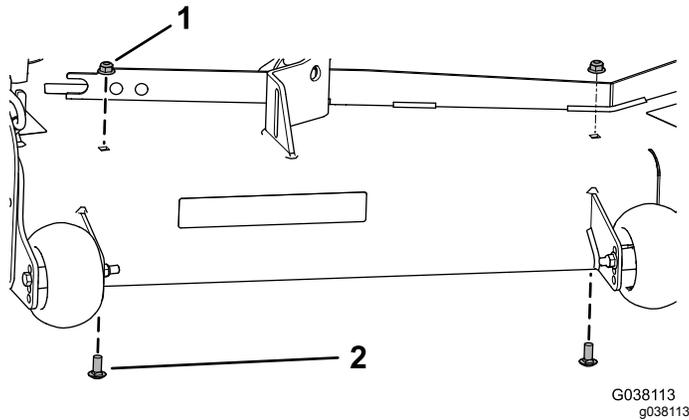

Figura 32
1. Retire las 2 tuercas con arandela prensada existentes (3/8") y 2 pernos de cuello cuadrado (3/8" x 7/8") de la carcasa de corte (Figura 32).